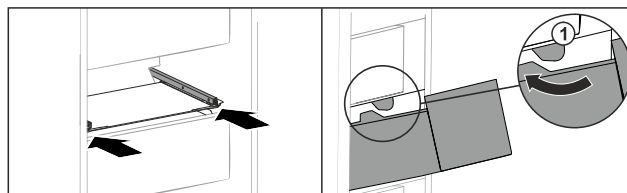

Fig. 238
- ▶ Vedte zásuvku podél zarážek Fig. 238 (1).